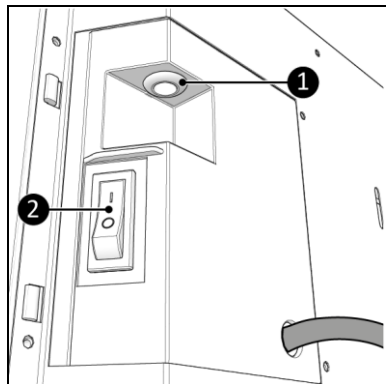

Abbildung 16
1. Stellen Sie sicher, dass sich der EIN/AUS-Schalter in der AUS-Position befindet (Abbildung 16, Pos. 2).
2. Verbinden Sie den Stecker des Temperatursensors (Abbildung 16, Pos. 1) mit dem Sensorstecker.